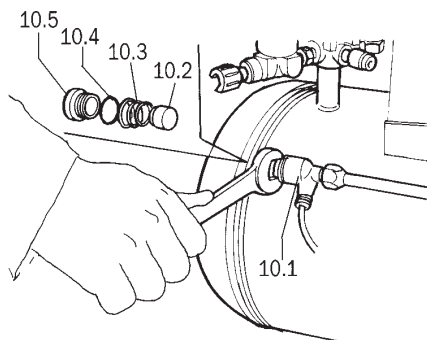

fig. 10
**Afwijkende werking van de uitlaatslagklep van de pressostaat (fig. 10).**
**A -** De terugslagklep 10.1 werkt niet perfect (fig. 10).